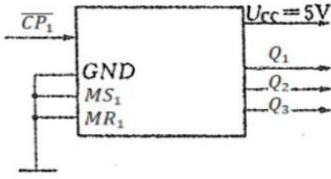

图 5.3 五进制计数器
- (2) 五进制计数: 如图 5.3 所示， \overline{CP}_1 作为计数脉冲， Q_1 、 Q_2 、 Q_3 作为输出端。